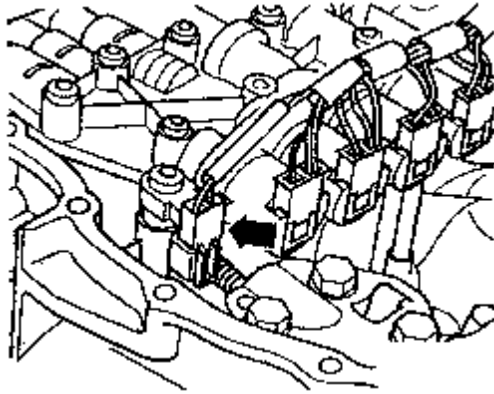
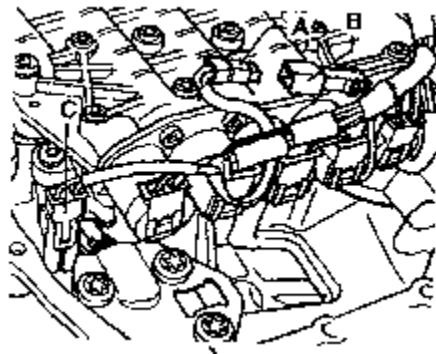
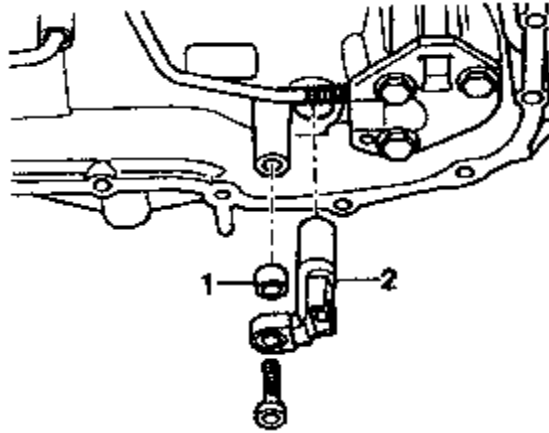

图 8-78 拔下变速箱转速传感器插头
图 8-83 连接插头
图 8-94 拆卸变速箱转速传感器
(3) 对于带 E17 液压控制变速箱，如图 8-78 所示，拔下变速箱转速传感器 G38 上（箭头）的插头连接。
(5) 对于带 E18/2 液压控制变速箱, 从滑阀箱和线束之间向上拉出带变速箱输入转速传感器 G182 插头的电缆。如图 8-83 所示, 把线束上两个插头 A 和 B 插接到一起, 把插头 C 插到变速箱转速传感器 G38 上。对于带 E17 液压控制的变速箱, 把(图 8-78 箭头所示) 插头插到变速箱转速传感器 G38 上。
拆下油底壳，拔下变速箱转速传感器插头 (图 8-78 箭头所示)。拆下变速箱转速传感器 2，如图 8-94 所示。
如图 8-94 所示，加上距离轴套 1（高度：8mm），用 $6\text{N} \cdot \text{m}$ 拧上变速箱转速传感器 2。插入变速箱转速传感器插头（图 8-78 所示箭头）。装上油底壳，加注 ATF 液。